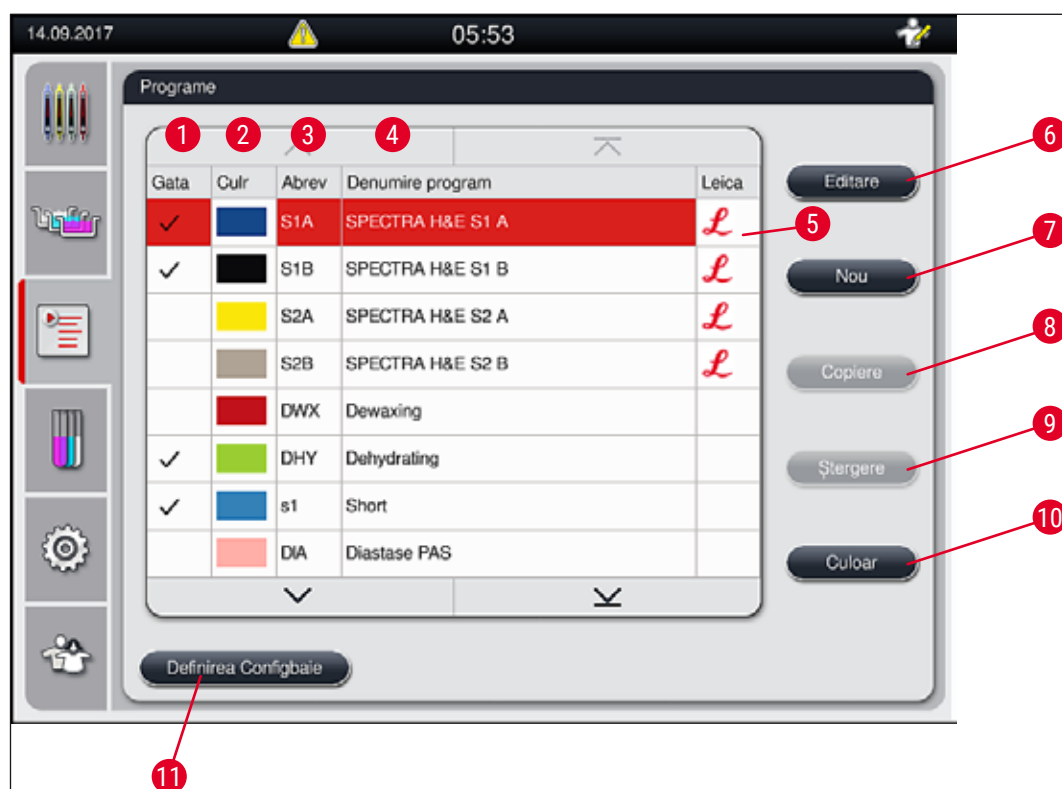

Fig. 40
- Pentru alocarea unei culori a cadrului rack-ului la un program, selectați prin atingere programul corespunzător în lista de programe (→ "Fig. 40").
Unele programe de colorare Leica pot fi utilizate în paralel cu diferite setări (intensitatea colorării, etapa cuptor) (→ P. 69 – 5.9.3 **Adaptarea programului de colorare Leica H&E**). Aceste programe sunt preinstalate de două ori în lista de programe (→ "Fig. 40"). Pentru a distinge între aceste programe de colorare pre-instalate Leica H&E, abrevierile S1A și S1B sau S2A și S2B sunt afișate în lista de programe. Aceste programe conțin exact aceiași pași de program. Dacă două programe identice sunt integrate în Configbaie, trebuie scanate și completate două seturi de colorare Leica identice.